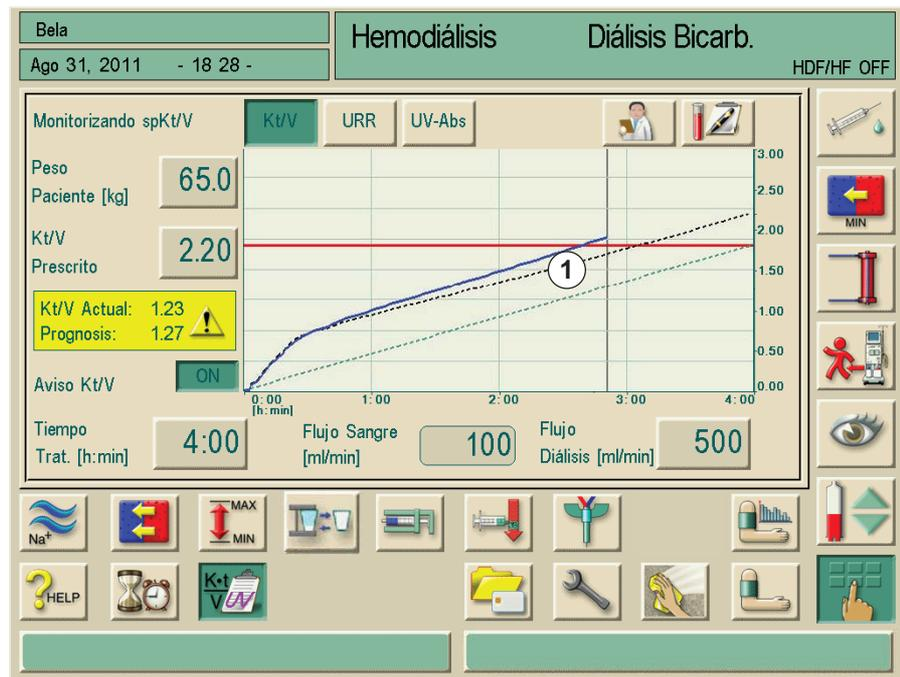

Fig. 11-20 Visualización de la línea negra de puntos de progreso
1. Al pulsar uno de los tratamientos mostrados, se abrirá la pantalla con la línea negra de puntos de progreso (Fig. 11-20, 1):